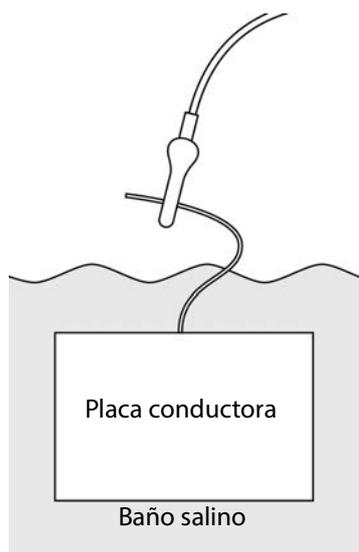

Figura 18 Adhesión a la placa conductora
- a Conecte el electrodo negro con la placa conductora en el baño salino tal y como se muestra en la **Figura 18**.